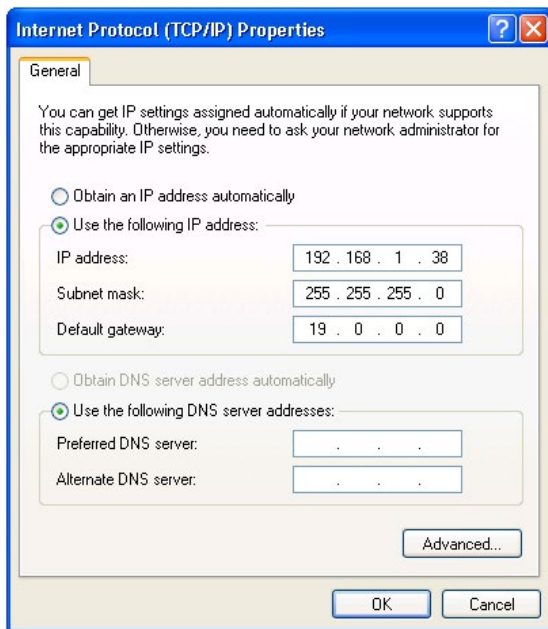

Рис. 5. Окно свойств интернет-протокола (TCP/IP)
5. Выберите **Use the following IP Address (Использовать следующий сетевой адрес)** и заполните поля в соответствии с рис. 5. Можно воспользоваться любым IP-адресом из диапазона от 192.168.1.1 до 192.168.1.255 (за исключением 192.168.1.21), который способен предоставить системный администратор Вашего предприятия.